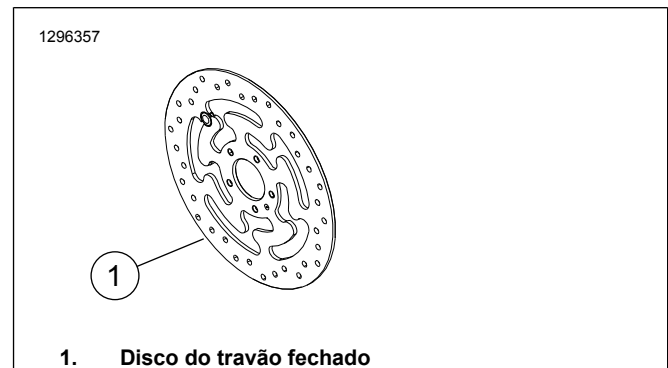

Figura 1. Estilo do disco do travão dianteiro
- Parafusos do disco do travão (consulte Figura 1 e Tabela 1).